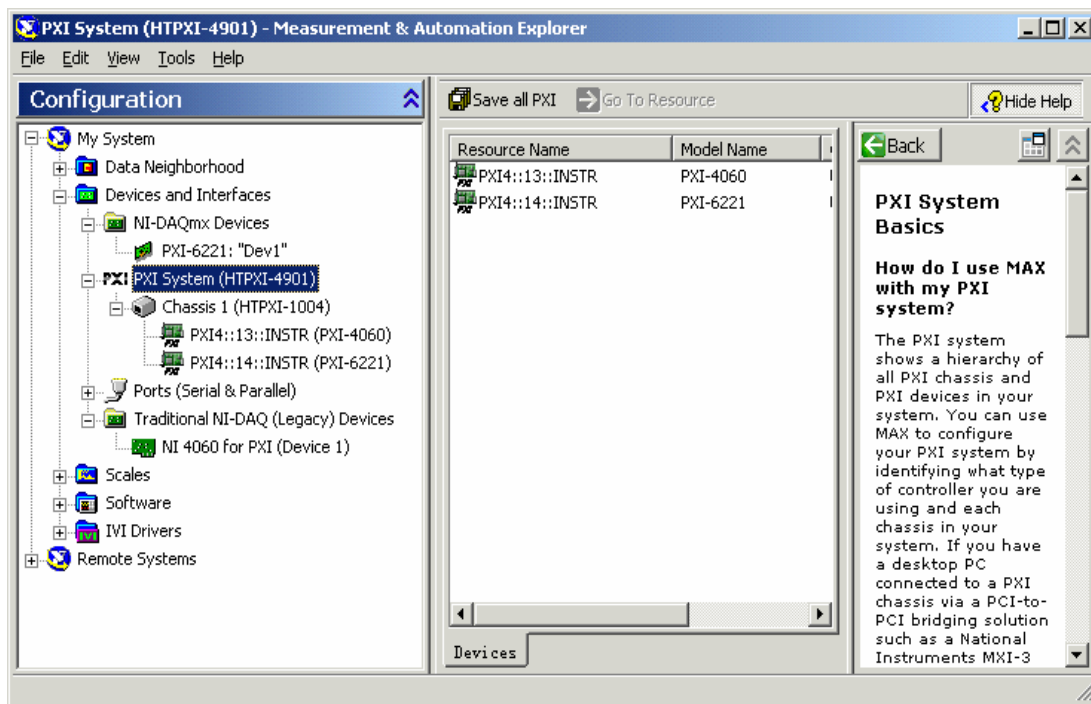

图 13 配置结果显示界面
- l) 关闭 NI-Max 后，再次运行 NI-Max，出现图 13 画面，则配置完毕。其中“PXI-6221”为机箱插入的数据采集卡，“PXI-4060”为插入机箱的万用表卡。